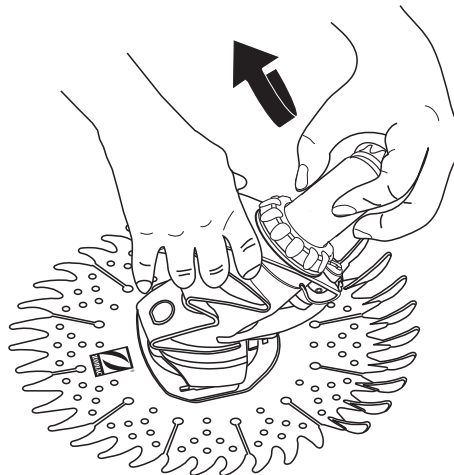

Figure 13
5. Assurez-vous que le tuyau d'extension pivote librement en le faisant tourner (Voir la Figure 13).